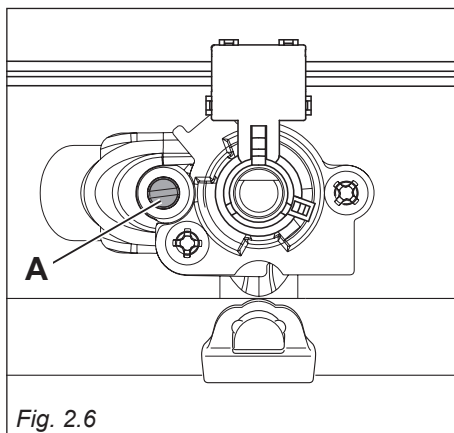

Fig. 2.6
I rubinetti del piano di lavoro sono dotati di valvolatura di sicurezza; in questi rubinetti la vite di regolazione del minimo è situata all'esterno del rubinetto (fig. 2.6).
- Sfilare la manopola del rubinetto e con un cacciavite a taglio agire sulla vite "A" (fig. 2.6) fino ad ottenere la fiamma desiderata.